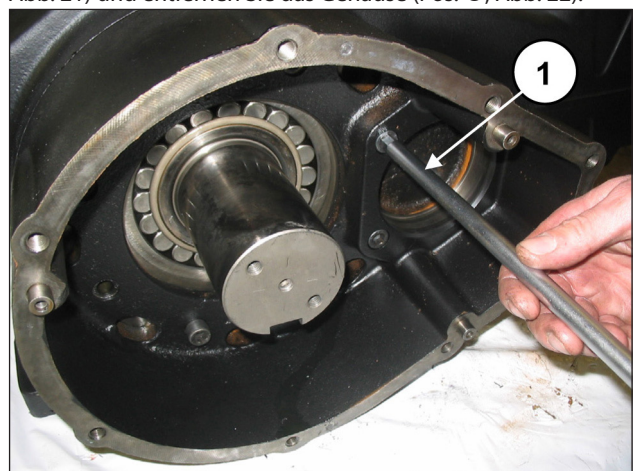
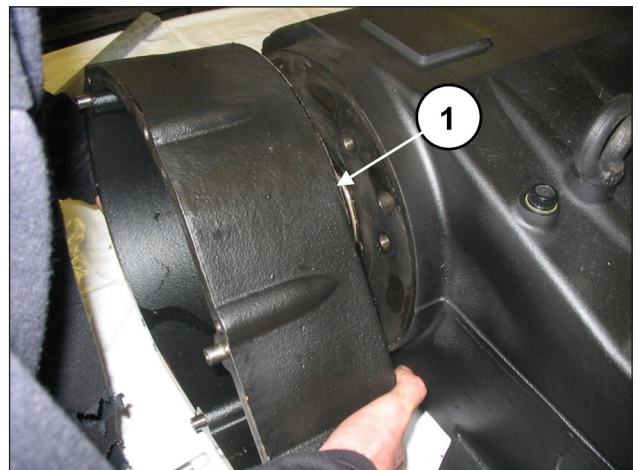

Abb. 21
Abb. 22
Lösen Sie an der entgegengesetzte Seite die Befestigungsschrauben des Getriebegehäuses (Pos. ①, Abb. 21) und entfernen Sie das Gehäuse (Pos. ①, Abb. 22).